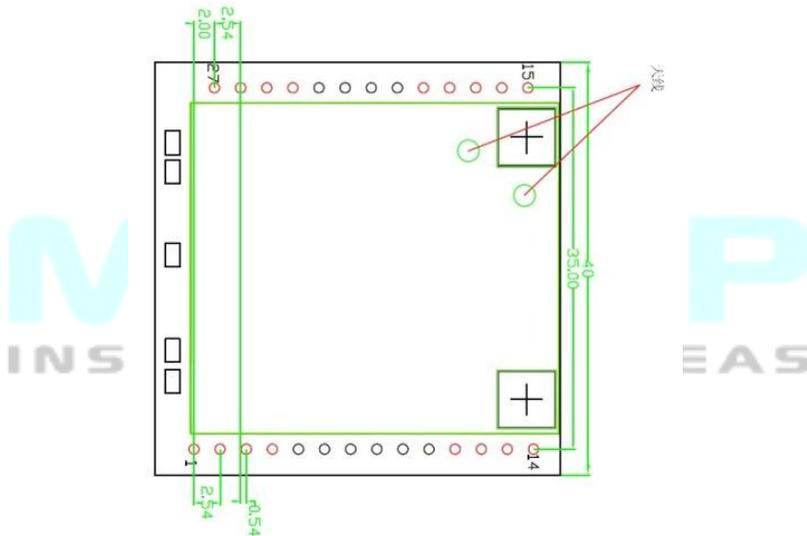
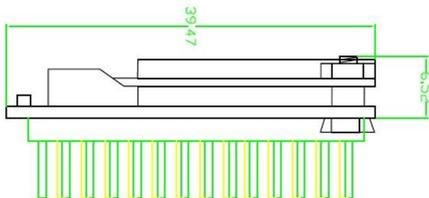

图 1.6 EMW-380-I3 引脚排列（顶视图）
图 1.7 EMW-380-I3 侧面视图
用户如需安装 EMW-380-I3，或者制作 EMB-380-I3 底板（主板），可参考图 1.6 与图 1.7 所提供的外观机械尺寸（公制单位表示），图中规定了产品的长、宽、高，以及部分机械结构。
- 模块引脚排列（顶视图），见图 1.6
- 注意：两排排针位置不在同一水平上，位置相差 2.0mm，具体见图 1.6
侧面视图，参考图 1.7